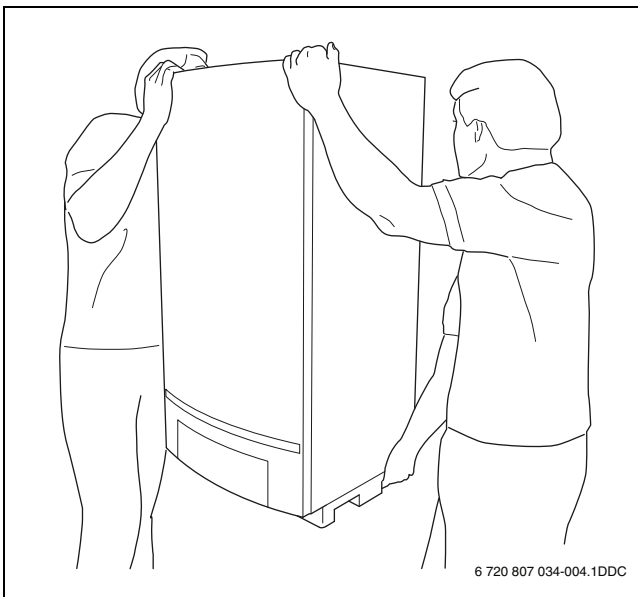

Рис. 9 Правильный подъём и переноска котла
- ▶ Берите котёл только за боковые стороны, а не за панель управления или патрубков отвода дымовых газов (→ рис. 9).